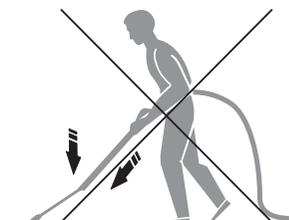

Fig. 21
ATTENTION ! Aucune pression ou force ne doit être exercée sur la lance d'extension fixe (13) : cela endommagerait l'appareil (Fig. 21).